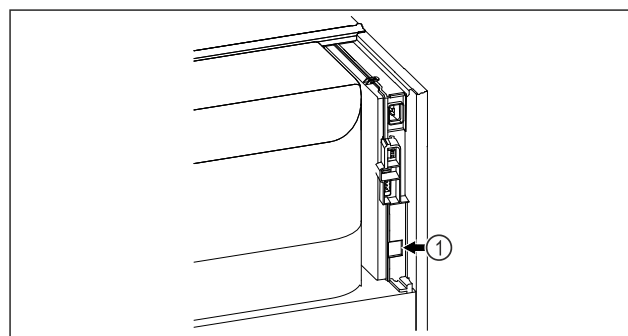

Fig. 171
- ☐ SmartModule Fig. 171 (1) er indsat.